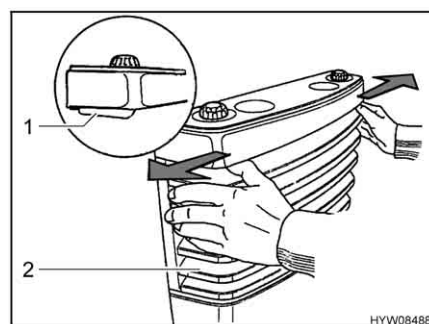

Bild 146 Heizungverkleidung abnehmen
- Heizungverkleidung (Bild 146,2) abnehmen. Dazu die beiden Verschlusshebel (Bild 146,1) gleichzeitig nach außen drücken und Verkleidung nach vorn klappen.